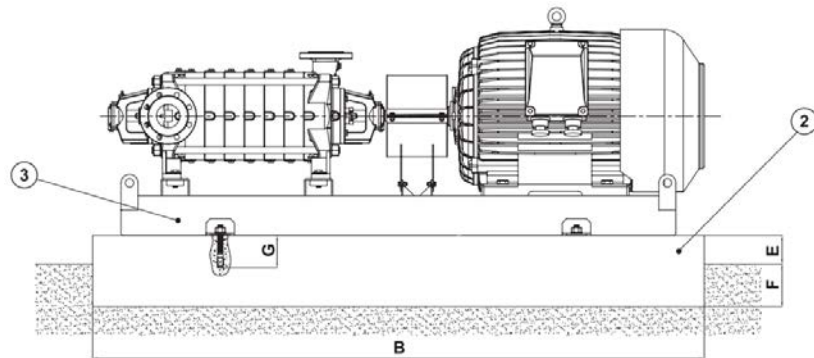
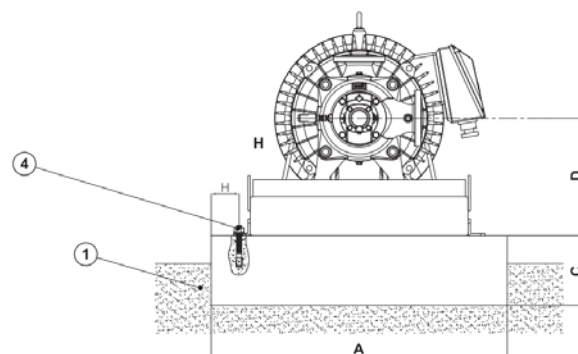
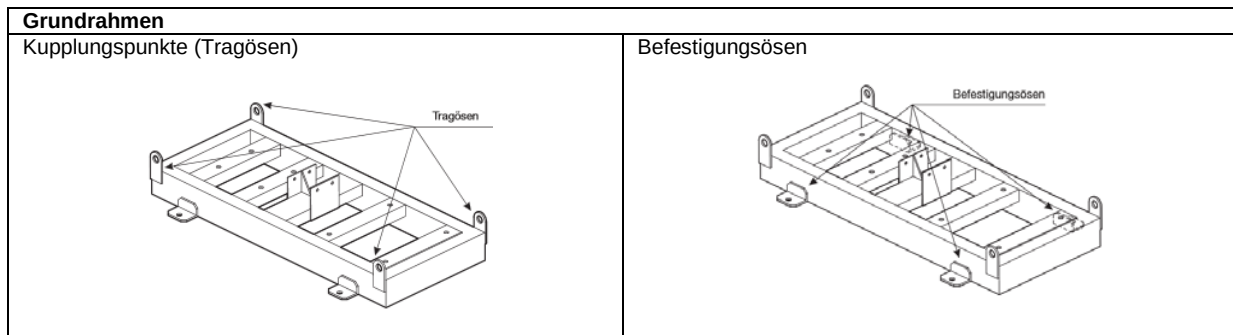

Fig. 3
Fig. 4
Fig. 5
Das Fundament (Fig. 3 – pos.2) muss auf einem regulären und vollkommen flachen Boden (Fig.4 – pos.1) oder auf angemessen verdichtetes sowie ausnivelliertes Füllmaterial (Aufschüttung, Belag) aufgebaut sein.
- Das Fundament muss genügend gross (**Fig. 3 und 4 – Mass A und B**) und stabil sein. Sowie genügend tief (**Fig. 4 – Mass C**) sein, um eine geeignete Verankerung zu ermöglichen.
- Die Breite des Fundaments muss 1,5x die Distanz von der Fundamentoberfläche zum Achsen-Mittelpunkt des Aggregats (**Fig. 4 – Mass D**).
- Die Fundamentoberfläche muss flach, horizontal ausnivelliert und 100mm über dem Grund sein (**Fig.3 – Mass E**).
- Das Fundament muss erdverlegt sein (**Fig.3 – Mass F**). Minimum 50% der Gesamthöhe (**Fig. 4 – Mass C**), um die Masse aufzunehmen und zur Schwingungsdämpfung.
- Grundrahmen (**Fig. 3 – pos. 3**) mit Pumpenaggregat mittels entsprechenden Ankerschrauben (**Fig.4 – pos. 4**) an Befestigungsösen (**Fig. 5**) mit Fundament verbinden.
- Verankerung der Schrauben (**Fig. 3 – G**) muss eine Stabilität und Widerstand gegenüber auftretenden Kräften und Drehmomenten gewährleisten.
- Minimale Distanz (**Fig. 4 - H**) zwischen Ankerschrauben und Aussenkante des Fundaments gewährleisten das sichere Ableiten der Kräfte von Ankerschrauben ins Fundament.
Pumpenaggregat auf Fundament montieren, das fest ist und eine glatte, ausnivellierte Oberfläche besitzt. Grundrahmen mittels entsprechender Hebezeuge auf Fundament heben und mit Ankerschrauben im Fundament, gleichmässig angezogen, befestigen (Fig. 5).